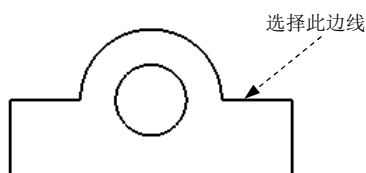

图 6.5.3 选取放置边
Step5. 放置形位公差符号。选取图 6.5.3 所示的边线，再选取合适的位置单击，以放置形位公差，如图 6.5.4 所示。